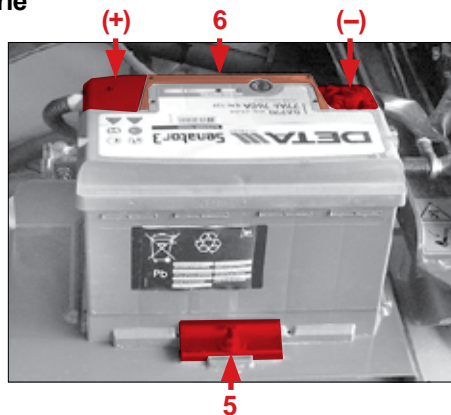

Fig. 100
7. Desserrer la borne de câble sur le pôle négatif et la retirer pos. - (Fig. 100). Poser le câble de manière qu'il ne touche pas la machine. Enrouler du matériau isolant autour de la pièce conductrice de la borne de câble afin d'exclure tout risque d'électrocution.
9. Dévisser les vis de la fixation de la batterie pos. 5 (Fig. 100).
10. Retirer la batterie avec le dispositif d'aide intégré représenté à la pos. 6 (Fig. 100). Quand la batterie ne possède pas de dispositif d'aide intégré, utiliser une sangle spéciale que l'on peut faire passer sur les deux pôles et qui permet de soulever la batterie.